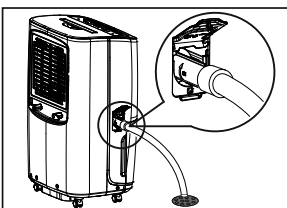

fig. 8
- e. Dirigez le tuyau vers le drain en veillant à ce qu'il n'y ait aucun repli qui arrêterait l'écoulement de l'eau. (Fig. 8)